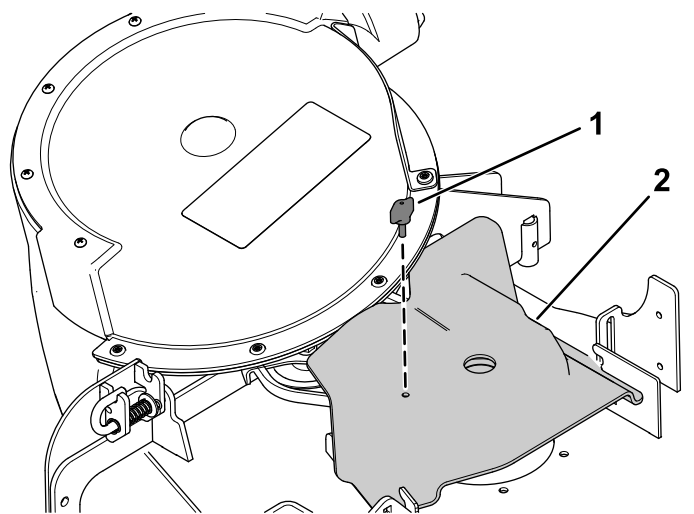

図 48
2. ブローベルトにベルトカバーを取り付け、ノブで固定する 図 48。